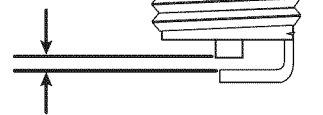

Fig. 28
6. Use un calibrador de hoja para ajustar abertura de la bujía a **0.025 pulgadas (0.635 mm)** (Fig. 28).